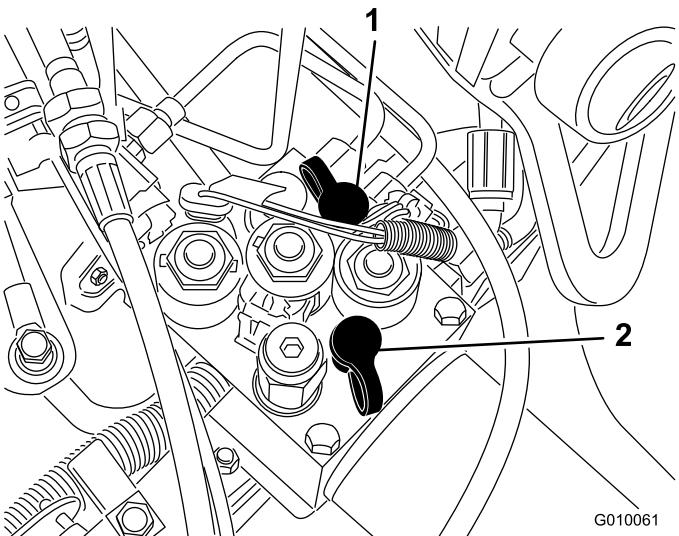

Figura 60
- Il foro diagnostico G 1 (Figura 60) agevola la diagnostica della pressione del circuito di sollevamento.
- Il foro diagnostico G 2 (Figura 60) agevola la diagnostica del circuito di ricarica della trazione.